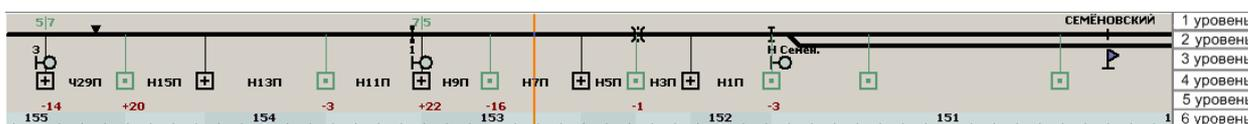

Рисунок 4-4 — Уровни схемы
Панель «Схема» (3) служит для отображения выбранной пользователем текущей ветки (маршрута или сеанса), а также для выбора текущего объекта. Выбор текущего объекта осуществляется щелчком левой кнопки манипулятора в нужном месте схемы. Объекты на схеме располагаются по уровням (рисунок 4-4). Описание графических обозначений схемы с указанием уровня их расположения приведено в таблице 4-2.